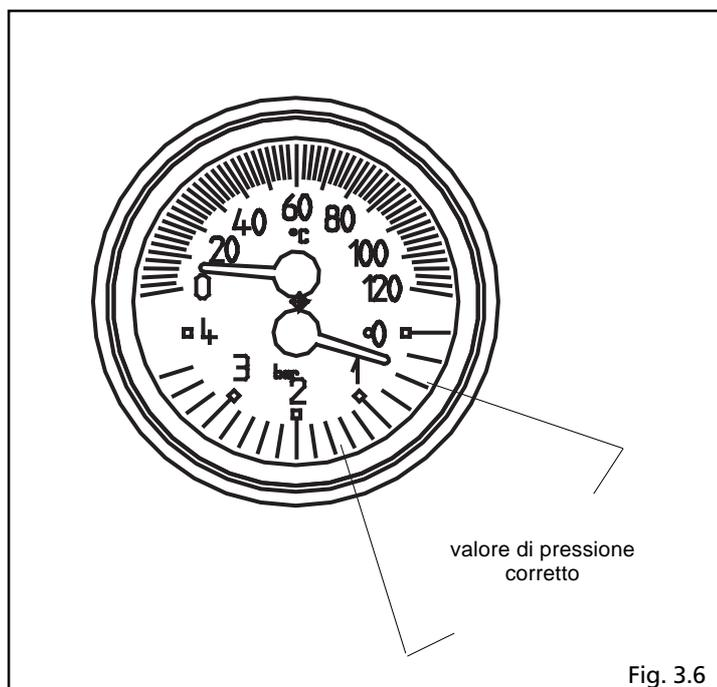

Fig. 3.6
- aprire di due o tre giri il tappo della valvola di sfogo aria automatica (A)
- accertarsi che il rubinetto entrata acqua fredda (B) sia aperto
- aprire il rubinetto di riempimento (C) fino a che la pressione indicata dal termoidrometro arrivi a circa 1 bar (fig. 3.6).